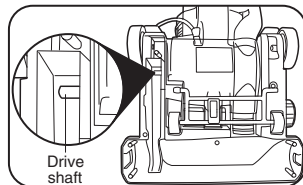
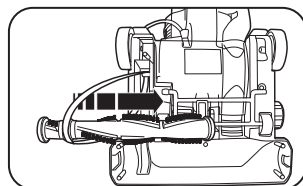

Fig. 3
Fig. 4
3. Bouclez la nouvelle courroie autour de l'arbre de transmission (Fig. 3) et de l'anneau en relief situé entre les poils de la brosse (Fig. 4).